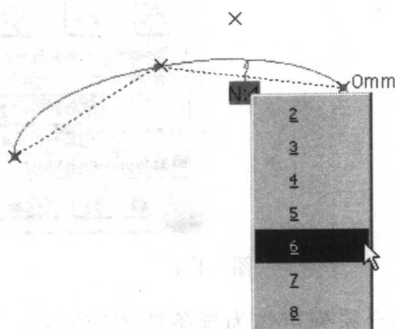

图 1-7
(3) 对于用 Near points 方式建立样条线, 可以在对话框中设定所选择点与生成的样条线之间的最大偏差值 (Deviation), 以及所建立的样条线的最大段数 (Segmentation)。可以在几何显示区中右键单击 N 值, 在弹出的菜单中选择设定样条线的阶数 (Order), 如图 1-7 所示。